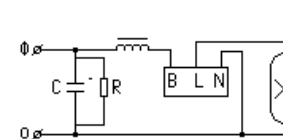

Рисунок 2
5.1 Светильник устанавливают на трубу диаметром 50..60 мм **распенвателем вверх** (Рисунок 3) «Разрешенные пространственные положения установки светильника серии ЖТУ/ГТУ/РТУ/НТУ06 Икар» и закрепляют тремя болтами М6 (поз.1 Рисунок 2) с усилием затяжки 2,5-3,0 Н.м.
5.3 Подключение проводов сети производится к клеммной колодке согласно схеме включения (рисунок 2 или 3), предварительно зажав их пластмассовой планкой при помощи винта. Заземляющий провод подсоединить к защитному зажиму на панели.